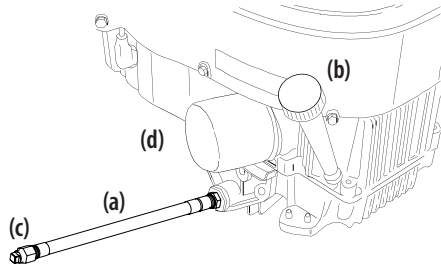

Figure 35
1. Repérez l'orifice de vidange d'huile (a) sur le côté du moteur. Consultez la Figure 35.
3. Tout en maintenant l'extrémité libre du tuyau de vidange d'huile au-dessus du récipient de récupération d'huile, dévissez le bouchon du tuyau à tête carrée (c) de l'extrémité du tuyau de vidange d'huile. Consultez la Figure 35. Vidangez l'huile moteur dans le récipient de récupération d'huile.
5. Retirez le filtre à huile (d) et videz-le dans le récipient de récupération d'huile. Consultez la Figure 35.
6. Remettez le filtre à huile (d) en place, puis remplissez le moteur avec de l'huile neuve comme indiqué dans la notice d'utilisation du moteur. Consultez la Figure 35.